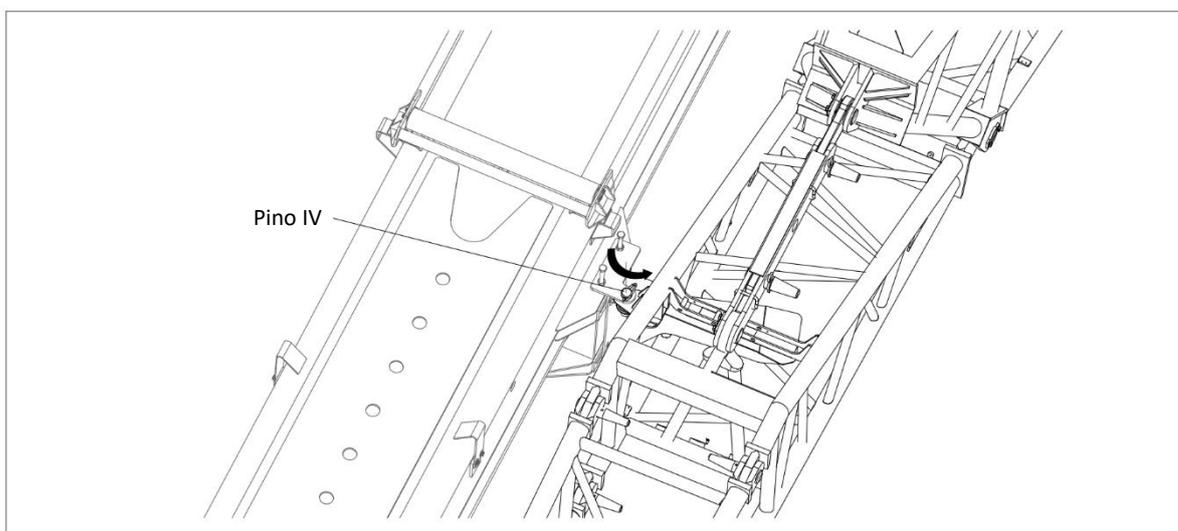

Figura 5-6 Afaste a frente do braço da lança principal
- i) Separa da frente do braço da lança principal (pivôs do braço no pino IV). Consulte a figura 5-6.